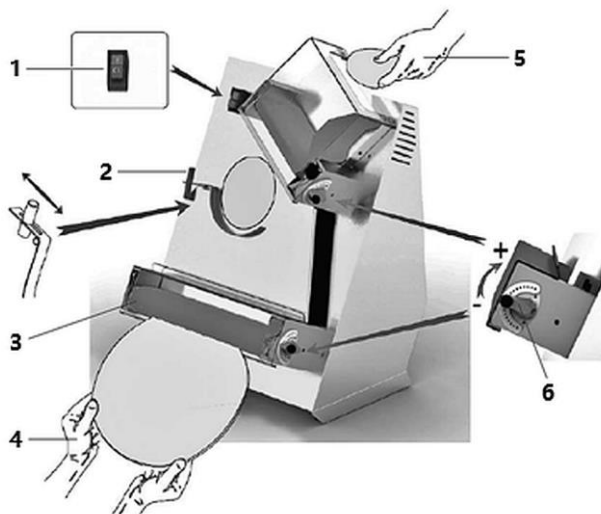

Abb. 7
1. Stellen Sie mit dem entsprechenden Hebel (6, Abb. 7) den Abstand zwischen den Rollenpaaren oben und unten für die Dicke der zu verarbeitenden Teigrohlinge ein.